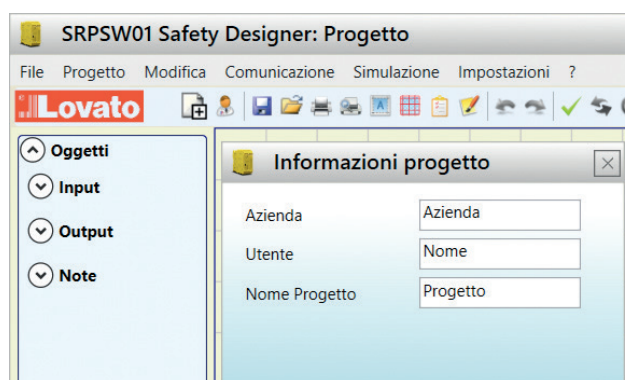

Figura 17
- Il cambio dei parametri dell'utente si ottiene con l'icona . Compare la richiesta identificazione utente (Figura 17). Per compiere tale operazione non è necessario disconnettersi da SRPMFA164. Serve generalmente quando l'operatore deve creare un nuovo progetto (anche utilizzandone uno precedentemente creato).